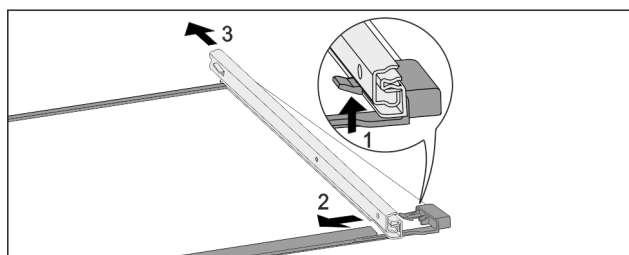

Fig. 77 Ripiano in vetro con guide
- ▶ Premere il gancio di fermo anteriore verso l'alto. Fig. 77 (1)
- ▶ Far scorrere la guida estraibile di lato Fig. 77 (2) e verso il lato posteriore Fig. 77 (3).